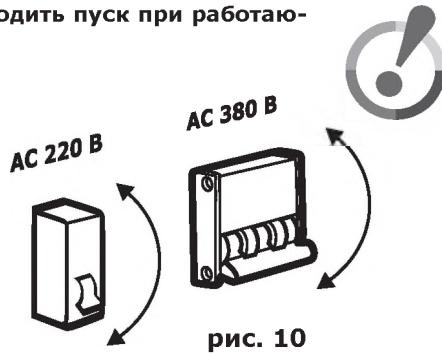

рис. 10
- Дайте двигателю поработать в течение 3-5 минут, чтобы прогреть его. По мере прогрева двигателя постепенно перевиньте рычаг воздушной заслонки в положение «Открыто». Подсоедините потребителей к розеткам генератора. Если генератор должен питать два или более устройства, следует включать их поодиноке, в первую очередь - с более высоким пусковым током. Переведите прерыватель цепи в положение «ВКЛ» (рис. 10).